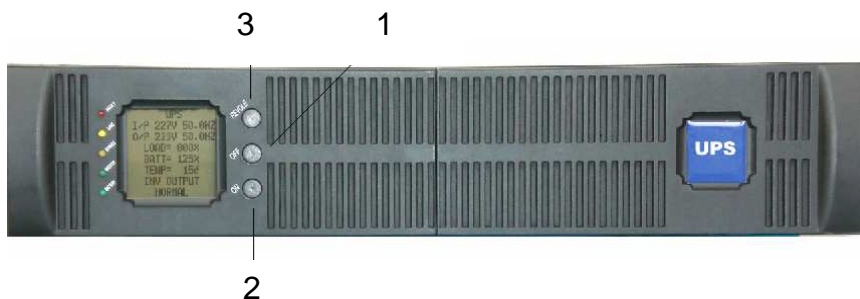

Рис.1-1. Передняя панель ИБП
ON – кнопка включения / отключения звукового сигнала (1), OFF – кнопка выключения (2), REVOLVE – кнопка поворота ЖК-дисплея (3), ЖК-дисплей, светодиодная индикация, Рис. 1-1.